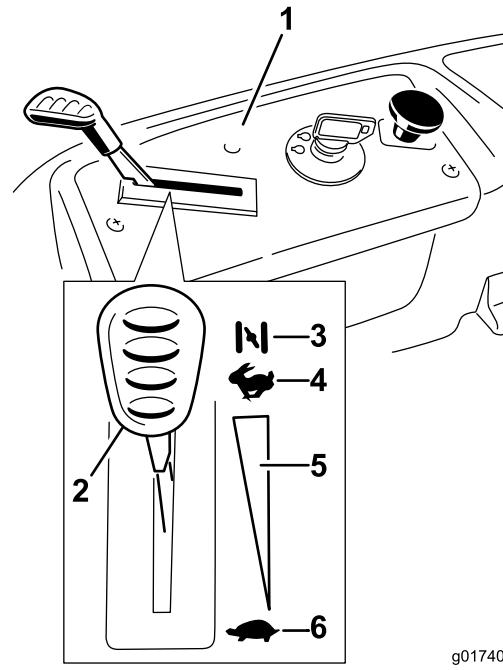

Figura 12
3. Mova a alavanca do acelerador para Ar antes de ligar o motor a frio (Figura 12).
2. Desloque a alavanca do acelerador para a posição Fast (Figura 12).